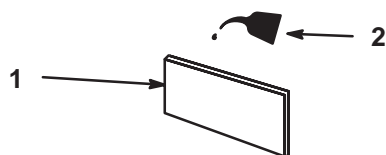

Figure 21
- C. Imbibez l'élément d'huile moteur fraîche (Fig. 21), puis pressez l'élément pour éliminer l'excédent d'huile.